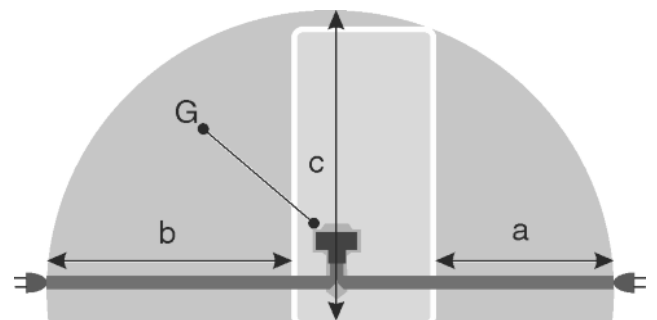

Fig. 44
- Розетка находится вне зоны задней стенки в данной зоне. *Fig. 44 (a, b, c)*
- ▶ Штекер устройства *Fig. 44 (G)* подсоединить с задней стороны устройства. Следить за правильной фиксацией.